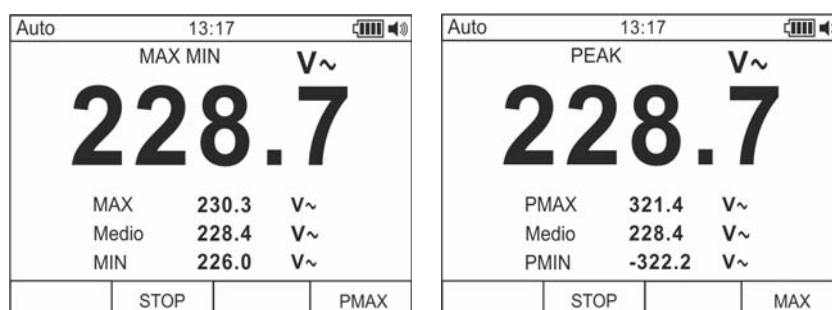

Fig. 7: Salvataggio valori PEAK
5. Premere il tasto **F4** per entrare nella misura dei valori di Picco della grandezza in esame (vedere Fig. 7 – parte destra). Il messaggio “PEAK” appare a display e i valori sono aggiornati con le stesse modalità della funzione MAX/MIN